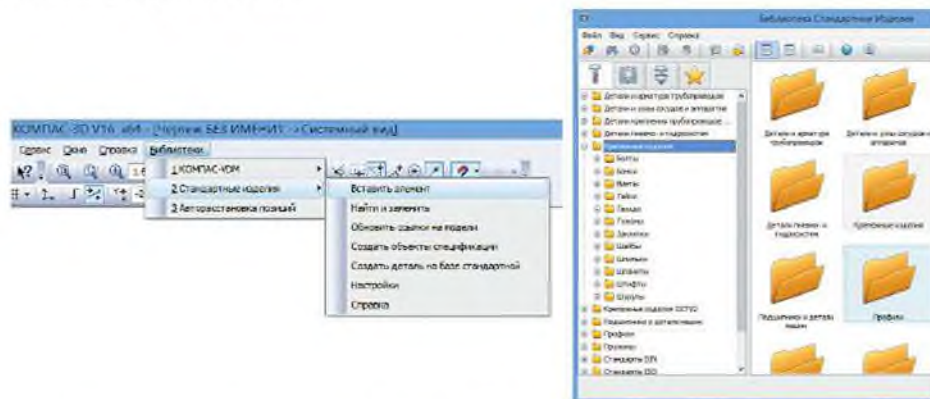

Рисунок 12.10 Открытие библиотеки КОМПАС-3D «Стандартные изделия»
1. Выполнить команду *Библиотеки* → *Стандартные изделия* → *Вставить элемент* (рисунок 12.10).